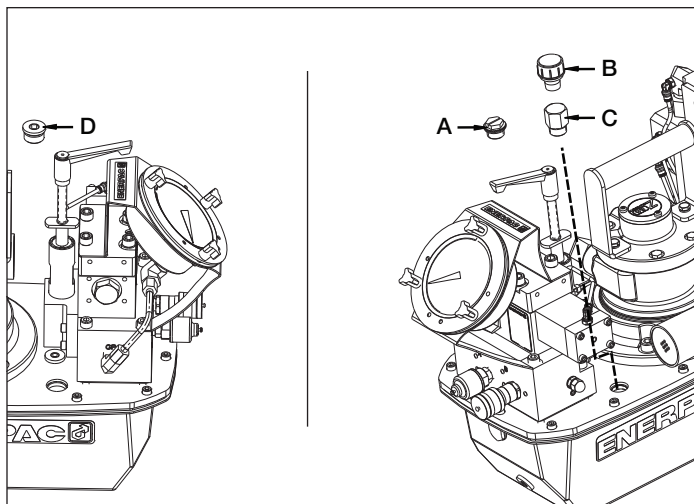

Figura 2, Bujão de Abastecimento de Óleo e Tampa do Respiro
4.1 Tampa do Respiro e Bujão de Abastecimento de Óleo (Ver Figura 2)
Verifique o nível de óleo da bomba antes de acioná-la, e acrescente óleo, se necessário, removendo a tampa da saída de abastecimento. Certifique-se sempre de que os torquímetros hidráulicos estão totalmente retraídos antes de adicionar fluido ao reservatório. Ver Figura 2.